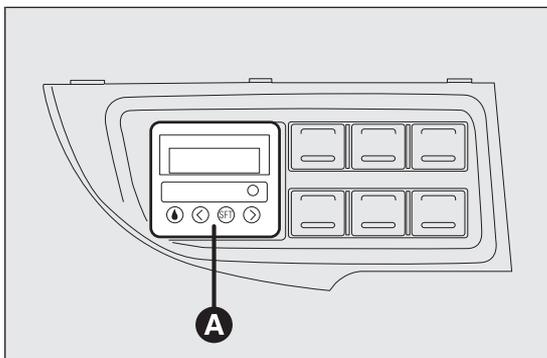

Abb. 56
- ein digitaler Timer Abb. 56 für das manuelle Einschalten der Heizung oder die Programmierung der Einschaltzeit.